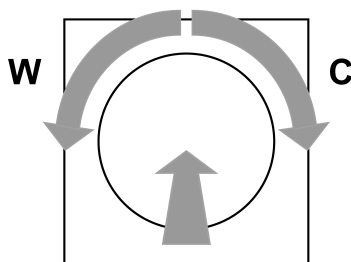

Bild 2
- i** När man sparar färgtemperaturen måste man se till att den sista vridningen av den intryckta manöverknappen (Bild 2) sker åt vänster (W) för den varmaste ljusfärgen och åt höger (C) för den kallaste ljusfärgen.
- Vrid den intryckta manöverknappen åt vänster (W) tills den önskade varmaste ljusfärgen nås och håll den intryckt i detta läge längre än 10 sekunder.